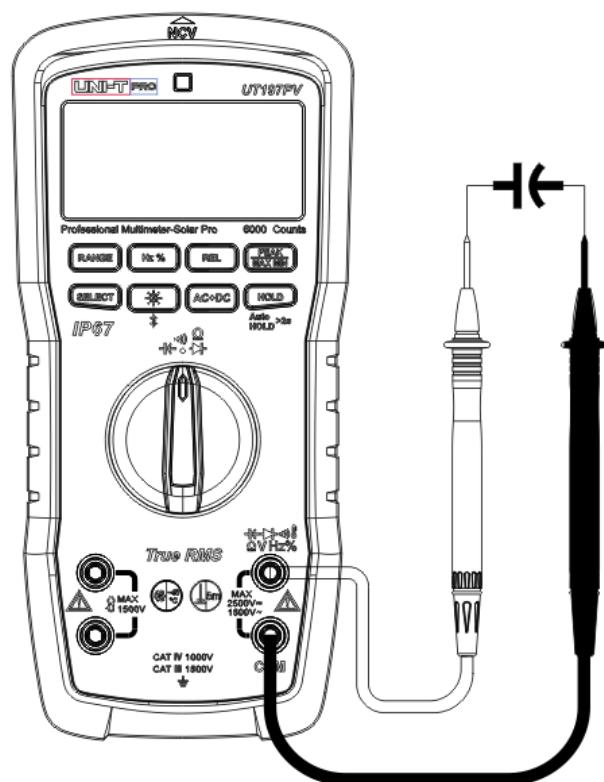

Abbildung 12
9. Kapazitätsmessung (Abbildung 12)